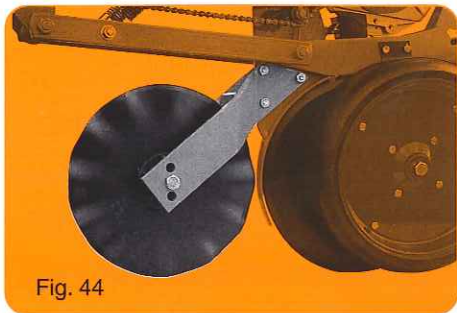

Fig. 44
- Couteau Ø 350 (fig. 44).
- Smooth disc Ø 350 (fig. 44).
- Disco ondulado Ø 350 (fig. 44).